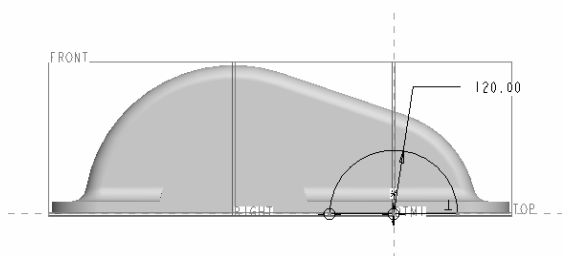
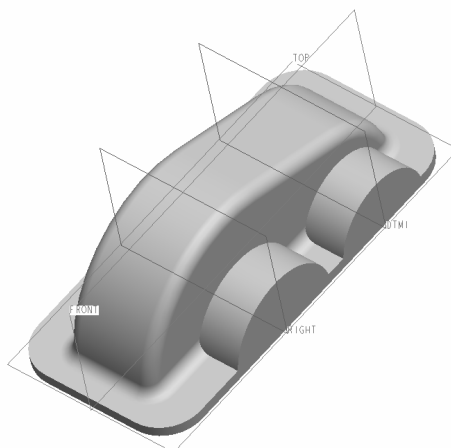

图 4.3.39 轴承座孔基体截面图
图 4.3.40 查看拉伸效果
(4) 用(2)~(3)介绍的方法再创建一个轴承座孔基体, 该基体的截面如图 4.3.39 所示, 创建的拉伸特征如图 4.3.40 所示。